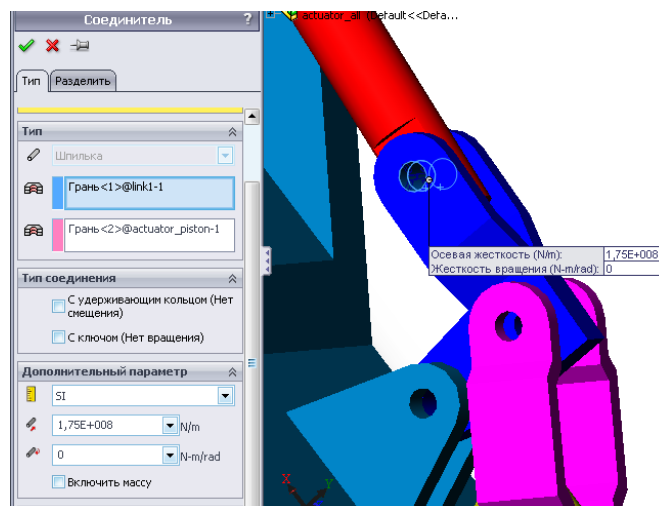

Рисунок 5.5 – Окно PropertyManager
6. Определяем соединения между цилиндрическими поверхностями различных компонентов. 8 соединений «шпилька», показанных на рисунке 5.4, представляют собой гладкие шарниры (шарниры, которые не сопротивляются вращению, но имеют большое сопротивление движению относительно оси). Чтобы определить Соединитель шпилька: В дереве исследования Simulation нажмите правой кнопкой мыши папке Соединения и выберите Шпилька. В окне PropertyManager(рис. 5.5) в разделе Тип: